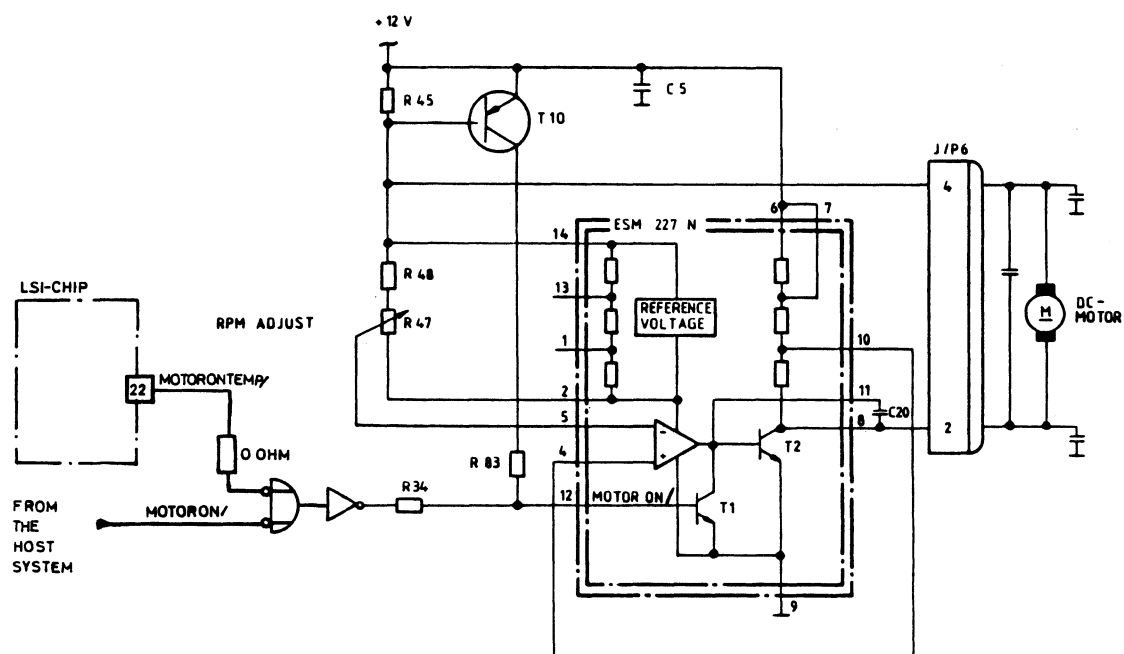

FIGURE 2 - 17 : DRIVE MOTOR CONTROL
2.3.7. HEAD LOAD LOGIC (FIG. 2 - 18)